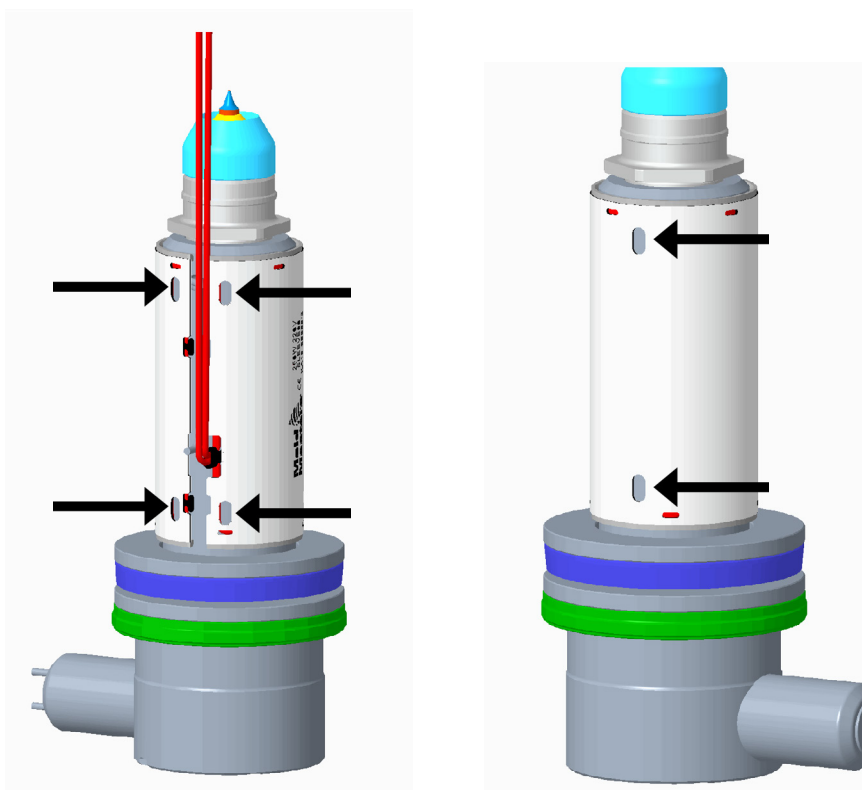

Figure 5-6 Fentes sur le manchon de chauffage d'urgence
- Utilisez les fentes sur le manchon de chauffage d'urgence pour extraire le manchon de chauffage d'urgence de la buse. Voir Figure 5-6.